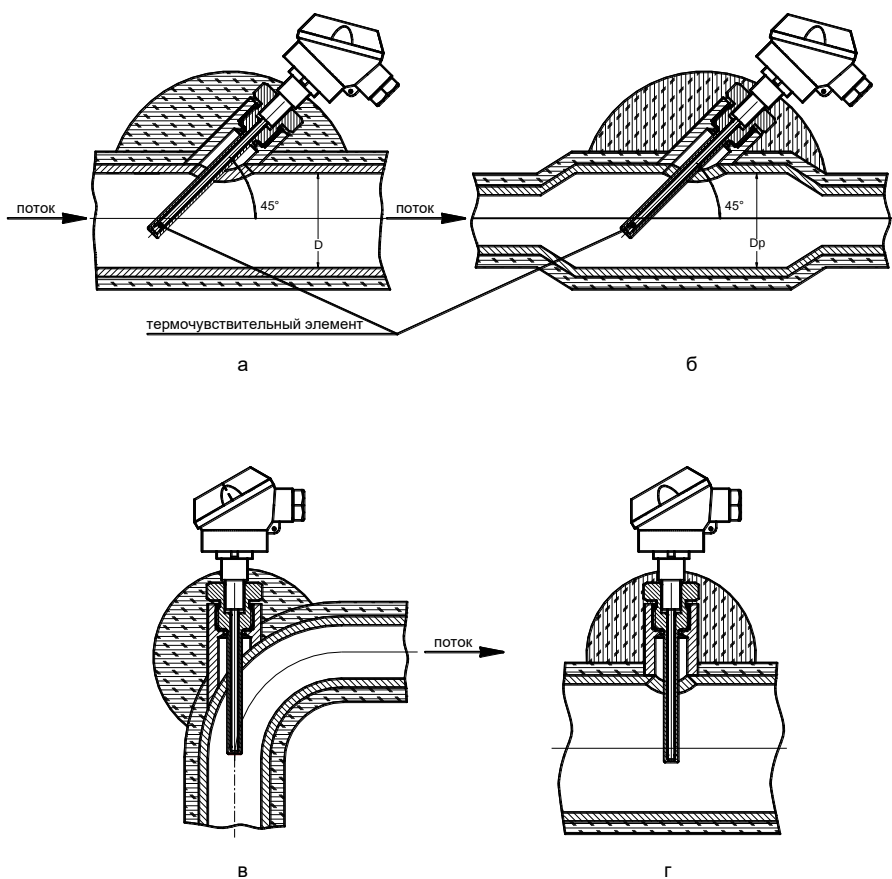

Рис.10
5.2.2 Если условия, указанные в пункте 5.2.1 не выполняются, то допускается применять расширитель (рис. 10б).